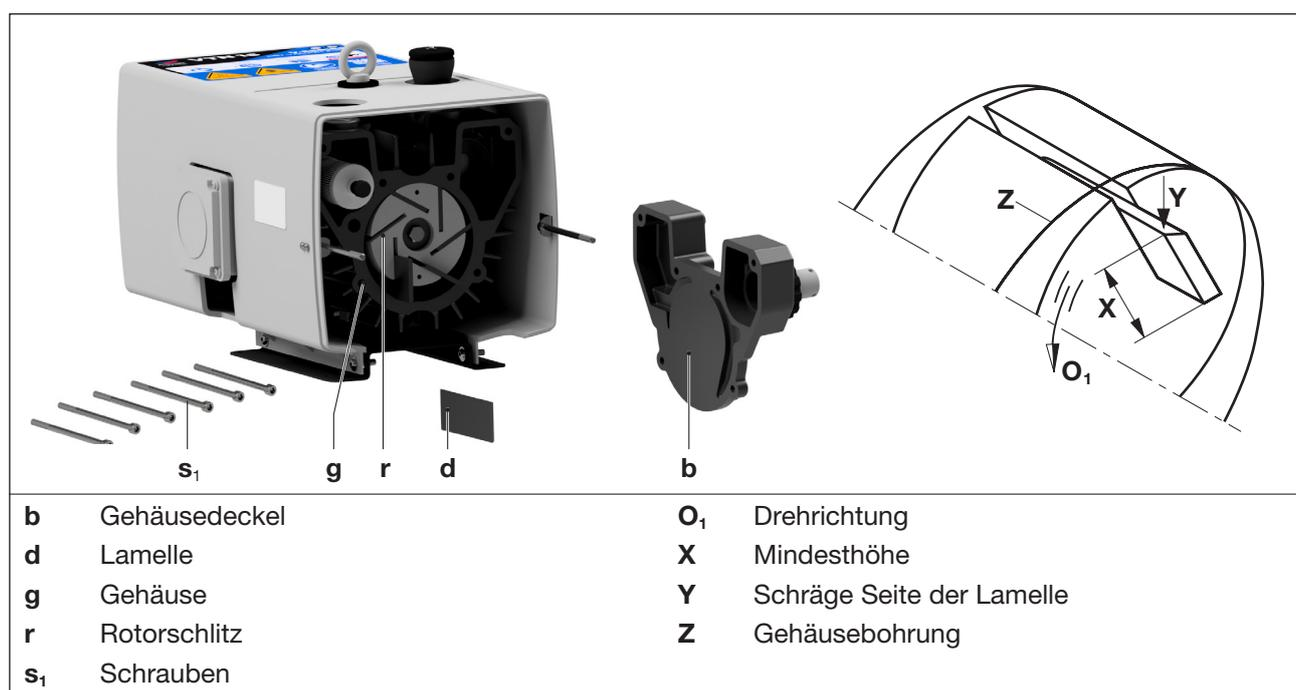

Abb. 5 Lamellenwechsel
- c) Sechs Schrauben (Abb. 5/s1) am Gehäusedeckel (Abb. 5/b) lösen und den Gehäusedeckel entfernen.
- d) Die Lamellen (Abb. 5/d) zur Überprüfung herausnehmen.
Die Lamellen müssen folgende Mindesthöhe (Abb. 5/X) haben:
- g) Das Gehäuse (Abb. 5/g) und die Rotorschlitze (Abb. 5/r) ausblasen.
- h) Alle Lamellen (Abb. 5/d) in die Rotorschlitze (Abb. 5/r) einlegen. Beim Einlegen ist darauf zu achten, dass die Lamellen mit der schrägen Seite (Abb. 5/Y) nach außen zeigen und in Drehrichtung (Abb. 5/O1) mit dem Verlauf der Gehäusebohrung (Abb. 5/Z) übereinstimmen.
- i) Den Gehäusedeckel (Abb. 5/b) mit den sechs Schrauben (Abb. 5/s1) montieren.